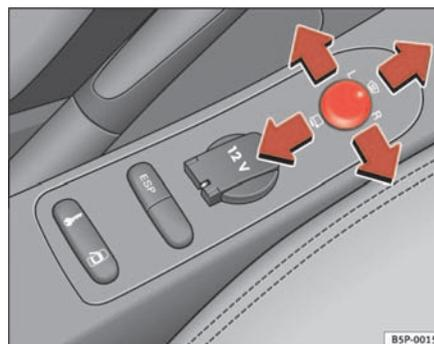

Fig. 90 Commande des rétroviseurs extérieurs
1. Tournez le bouton rotatif ⇒ fig. 90 en position **L** (**rétroviseur extérieur gauche**).
- Tourner la commande vers l'avant, en position centrale ⇒ page 130, fig. 90 , afin que les rétroviseurs thermiques se réchauffent et que la fonction de pare-brise chauffant* au niveau de la zone de contact des balais soit activée ⇒ page 126.
- Tournez le bouton rotatif ⇒ page 130, fig. 90 en position  pour rabattre les rétroviseurs extérieurs. Pour éviter tout dégât, il est conseillé de toujours rabattre les rétroviseurs extérieurs lorsque vous passez dans une installation de lavage automatique.